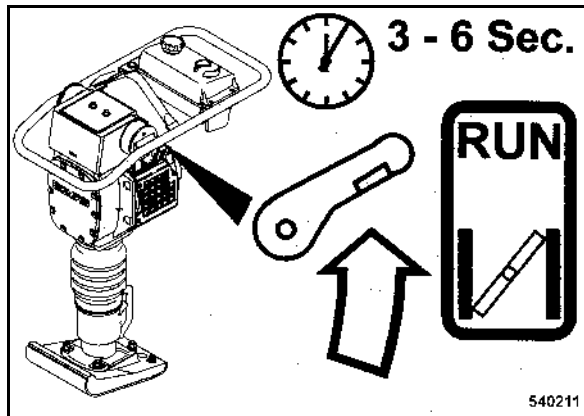

fig. 16
- Ouvrir le volet (fig. 16) env. 3 à 6 secondes après le démarrage du moteur.